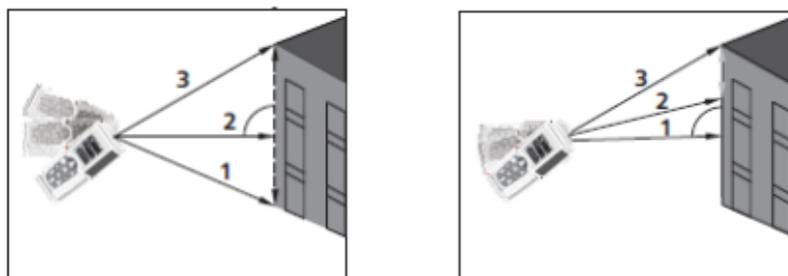

Fig. 8: Esempi di misure Indirette a 3 punti
3. Posizionare lo strumento nel punto più basso (1) della misura (vedere Fig. 8) e premere il tasto . Il risultato è mostrato nel primo display parziale. Il simbolo "" è mostrato a display con lato "2" lampeggiante
4. Posizionare lo strumento nel modo più orizzontale possibile (2) della misura (vedere Fig. 8) e premere il tasto  per eseguire la misura. Il risultato è mostrato nel secondo display parziale. Il simbolo "" è mostrato a display con lato "3" lampeggiante
5. Posizionare lo strumento nel punto più alto (3) della misura (vedere Fig. 8) e premere il tasto  per eseguire la misura